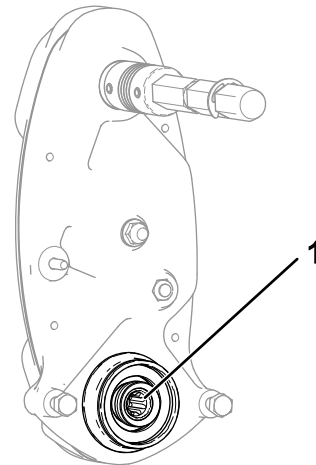

Bild 7
3. Überprüfen Sie die Innenseite der Spindel-Antriebswelle überschüssiges Fett (**Bild 7**).